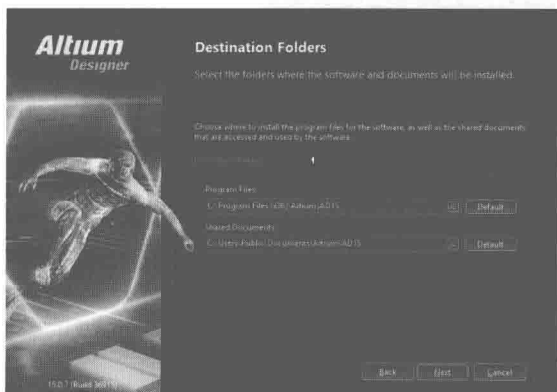

图 1.3.5 选择 Altium Designer 15 的安装路径
(5) 填写完成后, 单击“Next (下一步)”按钮, 进入安装路径对话框, 如图 1.3.5 所示。在该对话框中, 系统默认的安装路径为 C:\Program Files(x86)\Altium\AD15。用户也可以通过单击“Default (默认)”按钮来自定义 (改变) 其安装路径。